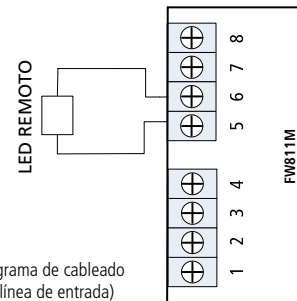

Figura 3: Diagrama de cableado (circuito de línea de entrada)
4. Conecte el indicador LED remoto. Véase la figura 3. Nota: El indicador LED remoto deberá estar situado en la misma sala que el FW811M.